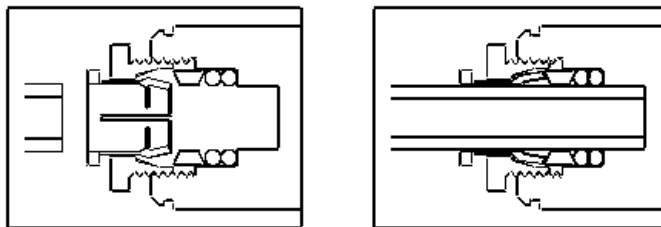

Ilustración no. 1
4. **CUIDADO: Si la presión suministrada alguna vez excede 100 PSI, instale un regulador de presión para controlar la presión recibida en el filtro a 100 PSI o menos. Para hacer las conexiones en la cabeza del filtro, afloje la tuerca de cierre.** Empuje el tubo y pase ambos anillos hasta el máximo aproximadamente 1 pulgada (25 mm), puede que la tuerca se tenga que sacar un poco hacia fuera. Apriete la tuerca hasta que selle. (Vea ilustración no.1). Las terminales de la tubería deben ser cortados en forma recta y libres de asperezas y superficies cortantes que puedan dañar los anillos .